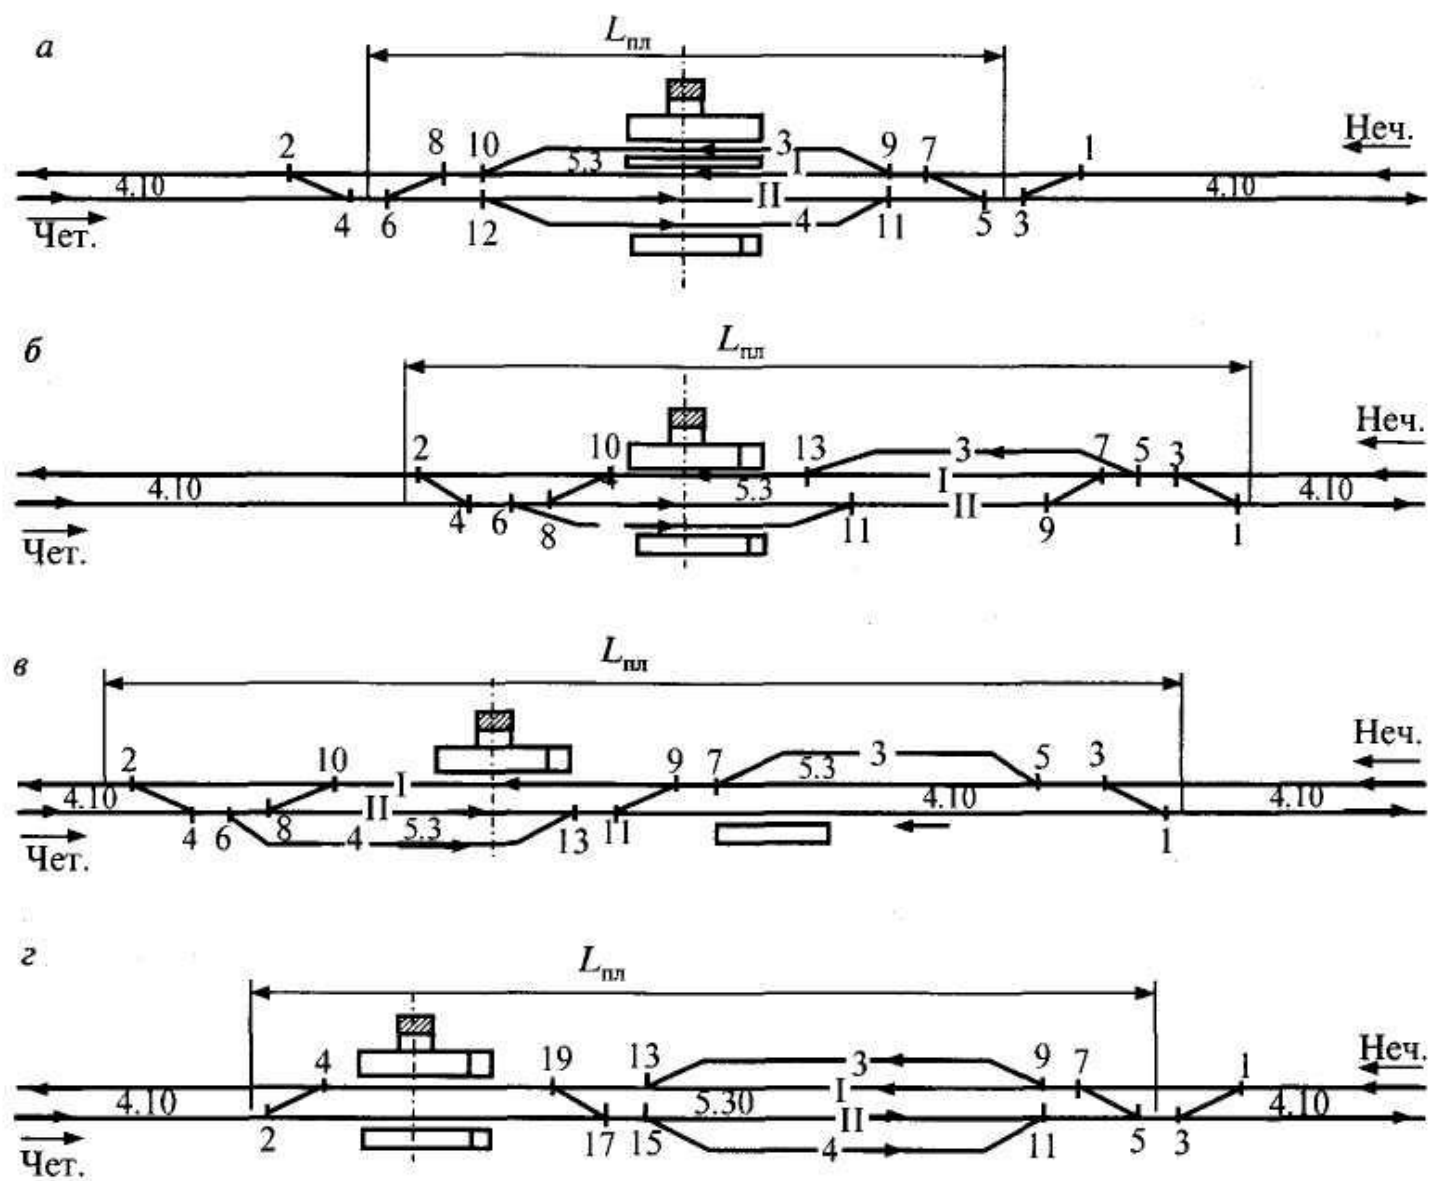

Рис. 3.3. Схемы обгонных пунктов
- Применяется четыре основные схемы обгонных пунктов (рис. 3.3) поперечного продольного и полупродольного типов. Схема поперечного типа наиболее распространена (рис. 3.3, а). Ее достоинство — короткая площадка, а недостаток — неудобство для пассажиров: при приеме поезда на 4 путь им приходится переходить через 4, II и I пути.
- Схема обгонного пункта полупродольного типа (рис. 3.3, 6) более удобна для пассажиров, поэтому ее применяют на участках со значительным количеством местных пассажирских поездов, например пригородных. При этой схеме лучше условия трогания поездов с места.